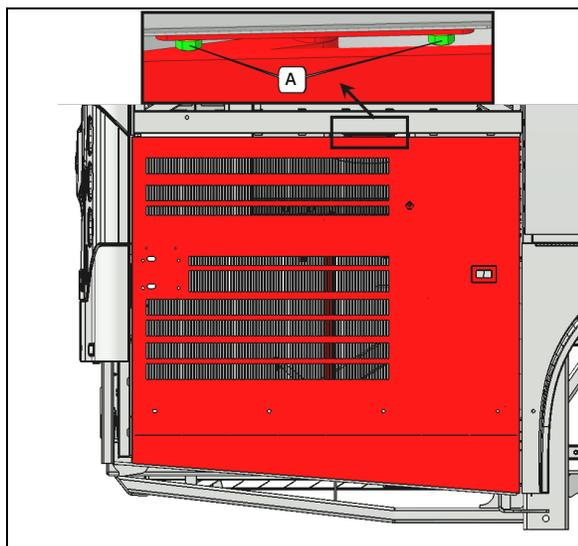

Figure 50:
2. Assurez-vous que les boulons A sont bien serrés (Figure 50):.